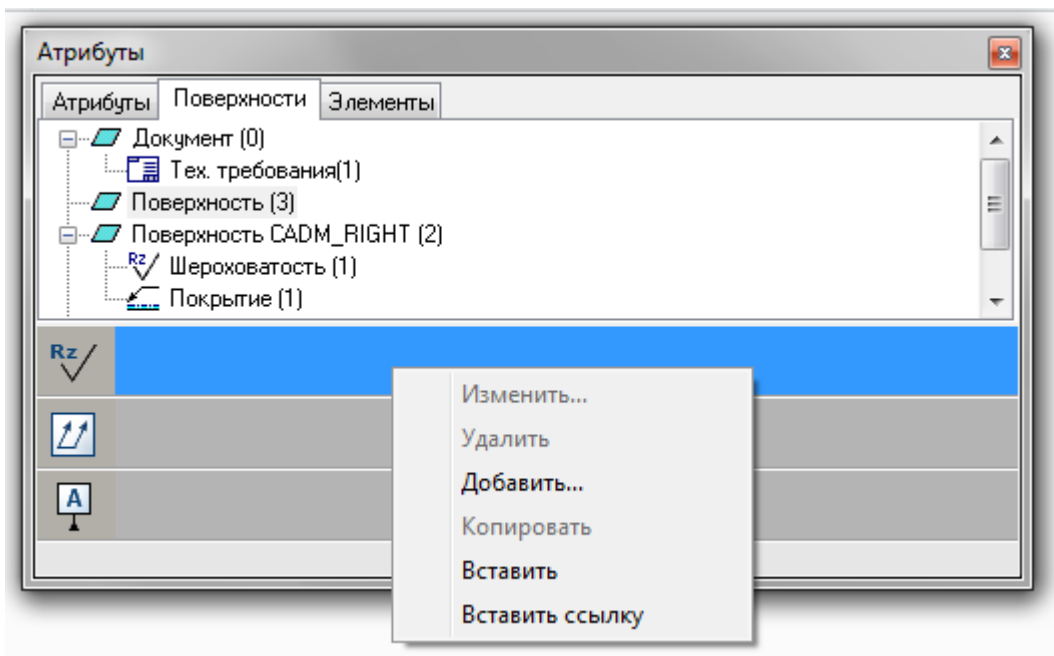

Рисунок 6-9
3. Выполнить команду **Вставить** в контекстном меню. В этом случае будет создана независимая копия атрибута, никак не связанная с исходным атрибутом (Рисунок 6-9).
Для удаления элемента оформления необходимо в окне **Все атрибуты** или **Атрибуты поверхности**, в контекстном меню для атрибута выбрать команду **Удалить** (Рисунок 6-9).